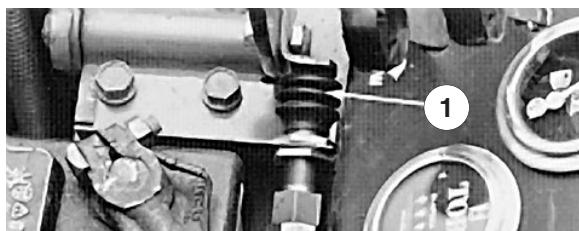

Bild 38
3. Nehmen Sie die Manschette vom Tastenende des Zapfwellenschalters ab (Bild 38). Legen Sie die Manschette für den späteren Wiedereinbau zur Seite. Klemmen Sie die Schalterleitungsklemmen ab.